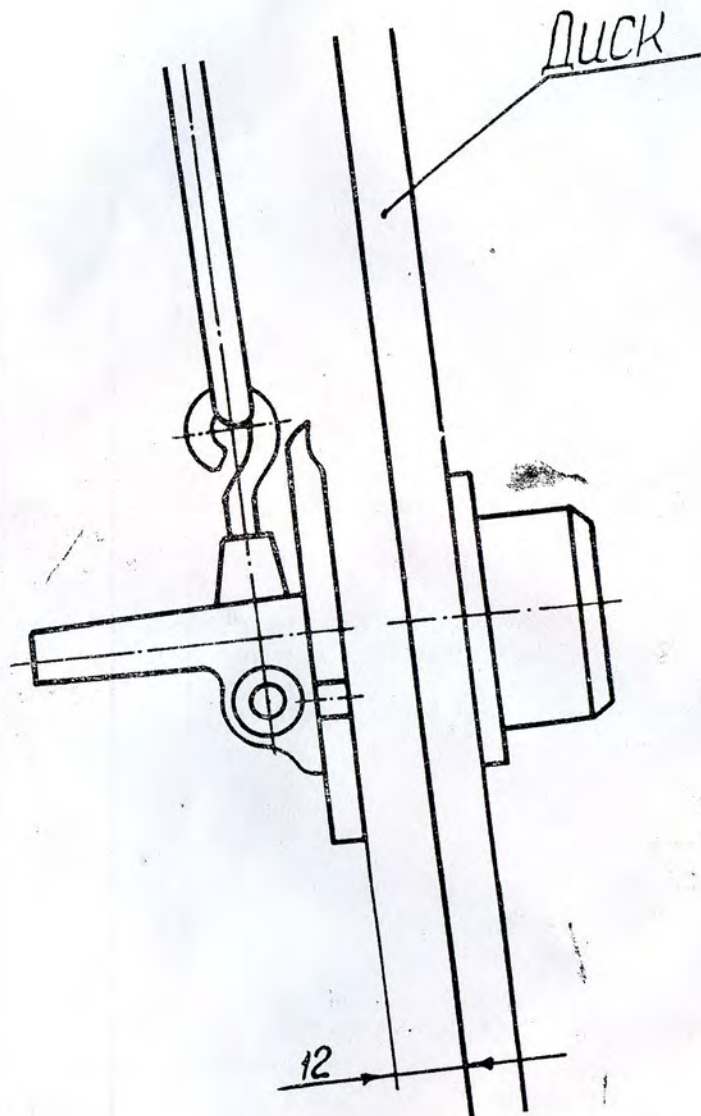

Рис. 3
5.5. Державка с установленной на ней гребенкой должна находиться на некотором расстоянии от заточного диска. Расстояние это равно примерно 12 мм (рис. 3). Аппарат подключается к сети переменного тока напряжением 220/380 В. При этом следует проверить плотность контактов токоведущих проводов сети, надежность работы пускателя и направление вращения диска. Диск должен вращаться против часовой стрелки, если смотреть со стороны диска (от зубьев режущей пары к пятке).